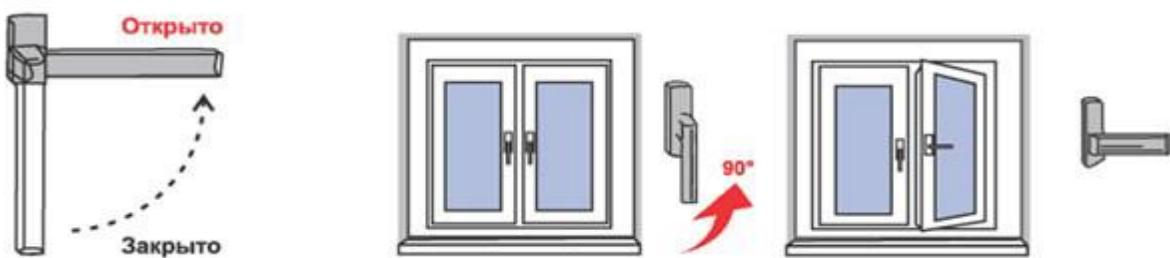

Рис. 1
1) Чтобы открыть (распахнуть) створку окна, ручку поворачивают на 90 градусов в горизонтальное положение (положение «Открыто» на Рис. 1). При повороте ручки закрытую створку слегка прижимают к раме другой рукой (чуть выше ручки). Затем, потянув за ручку, створку распахивают (**сплошной режим – поворотное открывание**).